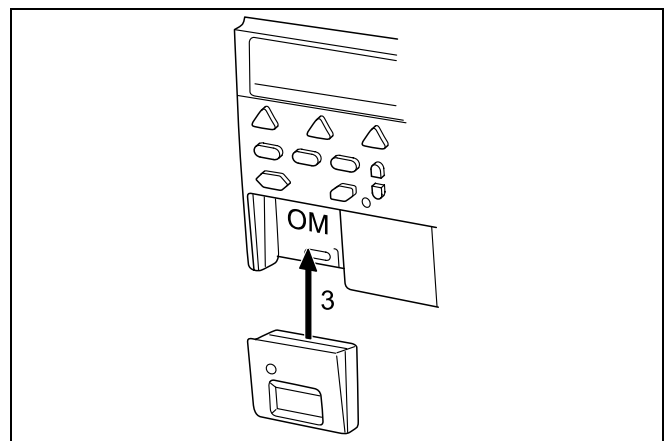

Abb. 12 Modul einschieben
3. Schieben Sie das Modul in den freien Steckplatz ein (Abb. 12).